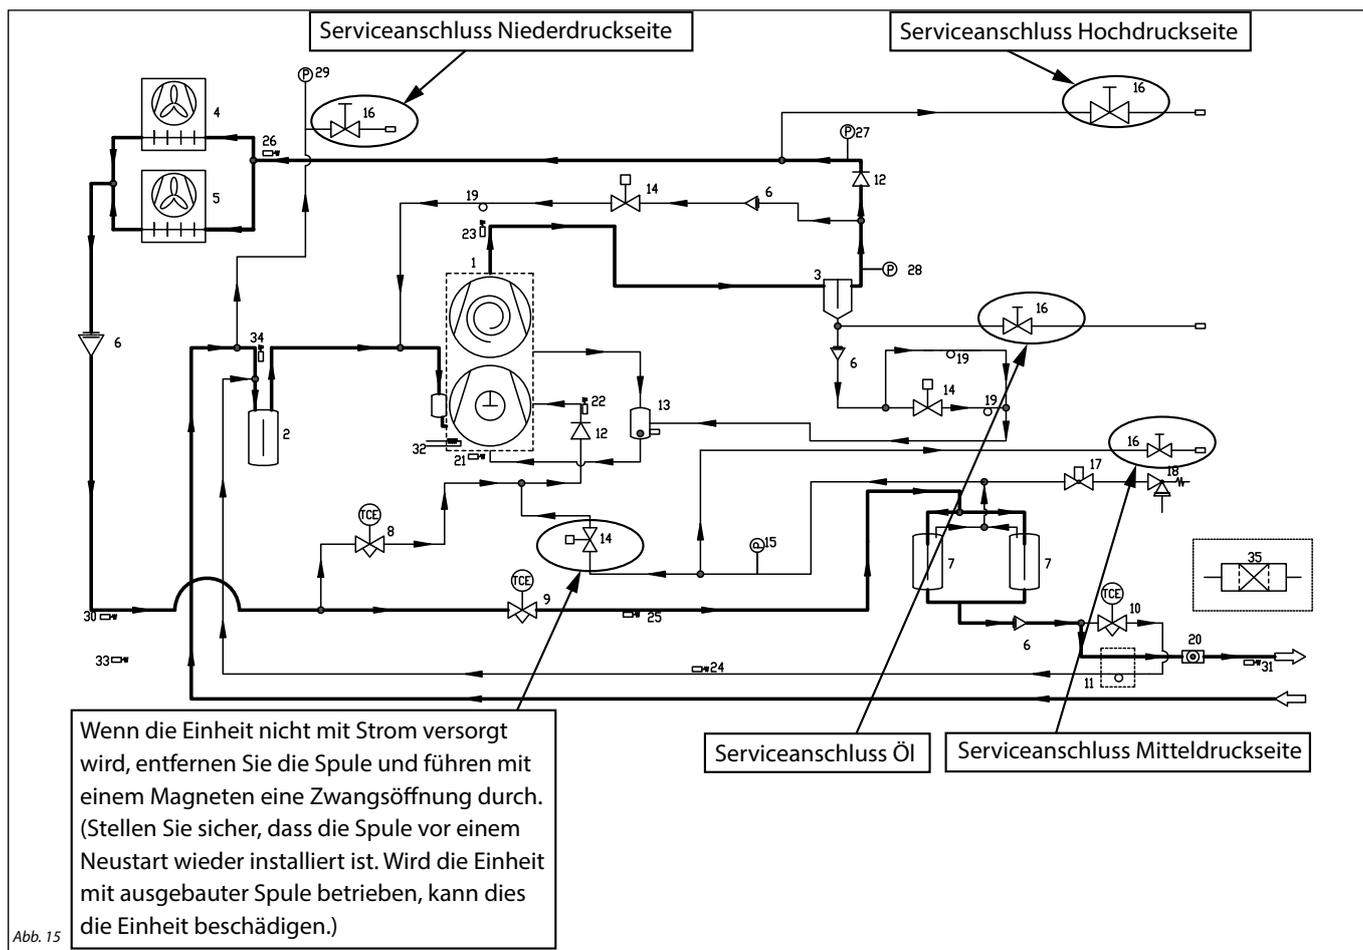

Abb. 15
- Schließen Sie zum Evakuieren nach der Dichtigkeitsprüfung die Vakuumpumpe an den Serviceanschluss der Niederdruckseite und den Serviceanschluss der Hochdruckseite an (siehe Abb. 15).
- Bei langen Rohren oder einem Ölpumpf im Verdampfer reicht das im Verflüssigungssatz bzw. im Verdichter zurückgehaltene Öl nicht aus. Füllen Sie zusätzliches Öl für den Verflüssigungssatz gemäß (1) und (2) unten ein.